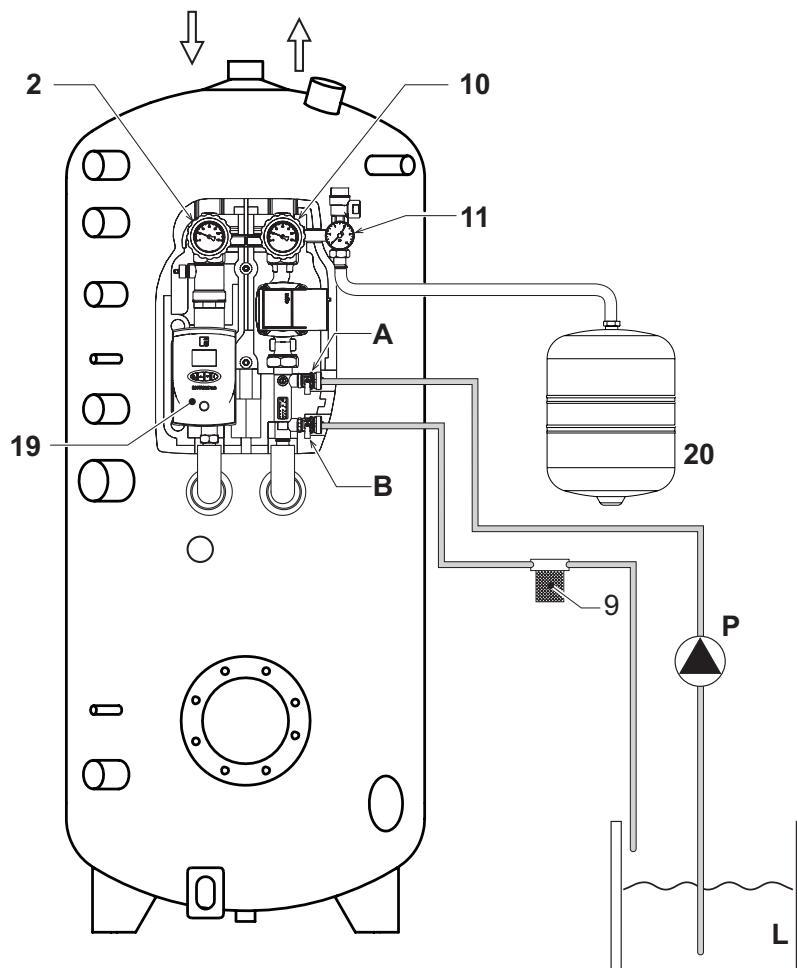
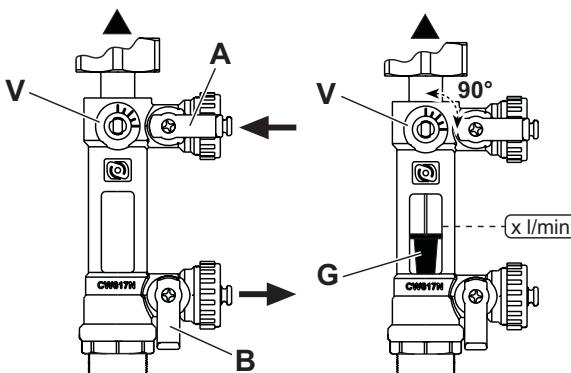

fig. 2
fig. 4
Aprire il rubinetto di riempimento (A - fig. 4) e quello di svuotamento (B - fig. 4) circuito solare.
Applicare un tubo flessibile dal rubinetto (B) al contenitore (L - fig. 2) e dalla pompa (P - fig. 2) al rubinetto A.
Girare in posizione orizzontale la vite di regolazione del limitatore di portata (V - fig. 4) che quindi viene così chiuso.
Pompare il fluido termovettore nel circuito con la pompa di riempimento (P - fig. 2), finché non esce dal rubinetto di svuotamento (B - fig. 4).
Attendere alcuni minuti, effettuando un controllo visivo dei raccordi e delle saldature, e riverificare la pressione che deve rimanere stabile sul manometro (11 - fig. 2).
A valvole 2 e 10 di fig. 2 aperte, intercettare il flusso chiudendo la valvola V. Introdurre il liquido di lavaggio dal rubinetto A. Attendere la fuoriuscita del liquido dal rubinetto B. Lasciare fluire per il tempo necessario. Chiudere il rubinetto A. Chiudere il rubinetto B. Riaprire la valvola V.
Aprire le valvole 2 e 10 (fig. 2) (rotazione antioraria della maniglia). Intercettare il flusso chiudendo la valvola V. Introdurre il fluido dal rubinetto A. Attendere la fuoriuscita del liquido dal rubinetto B. Chiudere lentamente i rubinetti A e B.
Attivare la modalità "Regolazione del limitatore di portata" (vedi specifiche). Ruotare lentamente la valvola V facendo coincidere la parte superiore del galleggiante G - fig. 4 con la tacca di riferimento della scala graduata. Disattivare la modalità "Regolazione del limitatore di portata" (vedi specifiche).